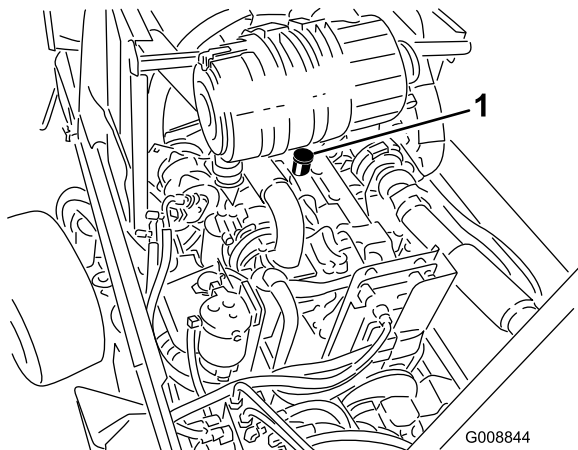

Figure 60
3. Si le niveau d'huile est en dessous du repère minimum, enlevez le bouchon de remplissage (Figure 60) et faites l'appoint jusqu'à ce que le niveau correct soit atteint. **Ne remplissez pas excessivement.**